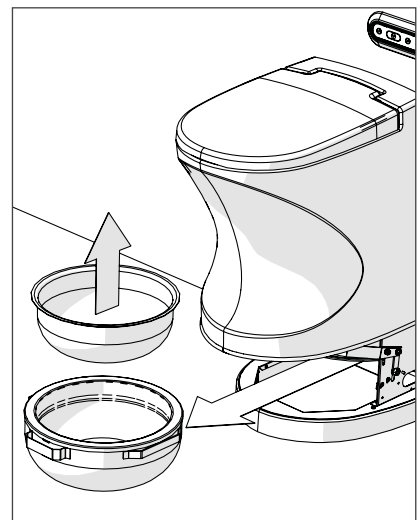

Abbildung 6
5. Ziehen Sie den Aschebehälter heraus. Nehmen Sie den Einsatz aus dem Aschebehälter und leeren Sie die Asche aus (Abbildung 6).